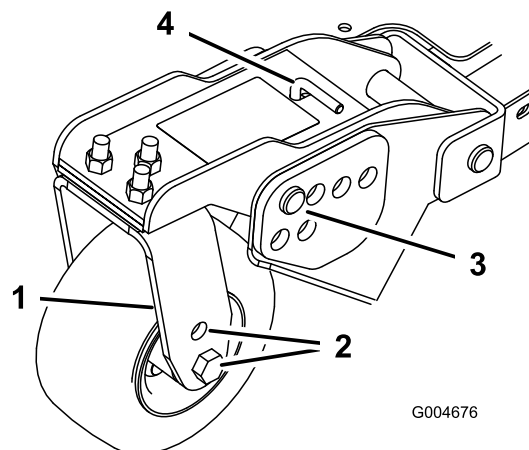
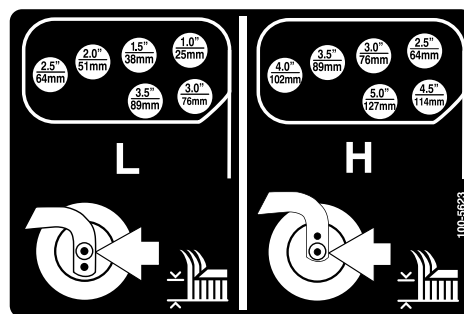

Figura 20
Figura 21
- Coloque os eixos da roda giratória nos mesmos orifícios em todas as forquilhas da roda giratória (Figura 18 e Figura 20). Consultar o quadro seguinte para determinar quais os orifícios adequados para cada posição.
4. Retire o contrapino tipo grampo e o pino de segurança dos braços articulados da roda giratória (Figura 20).
5. Rode a barra tensora para levantar ou descer o braço articulado, até os orifícios se encontrarem alinhados com a altura desejada dos orifícios da altura de corte na estrutura da unidade corte (Figura 20 and Figura 21).